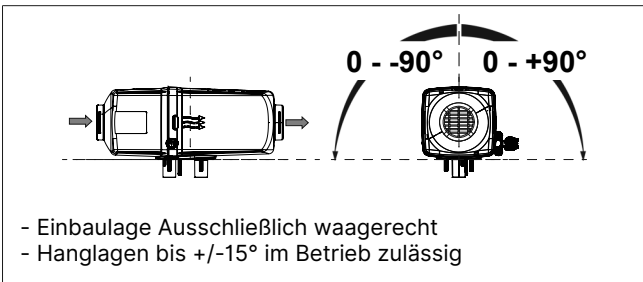

Abb. 4 Zulässige Einbaulage Benzin und Diesel
- ✓ Korrekte Einbaulage sicherstellen. Siehe Abb. 4.